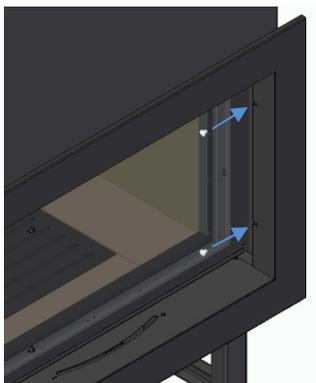

Figura 37
- c) Fije la llanta en la posición correcta usando 2 tornillos en cada lado, apriete y gírelos un poco primero desde el interior de la llanta y luego apriételes por completo para asegurarse de que el anillo esté centrado tanto como sea posible, Figura 37.